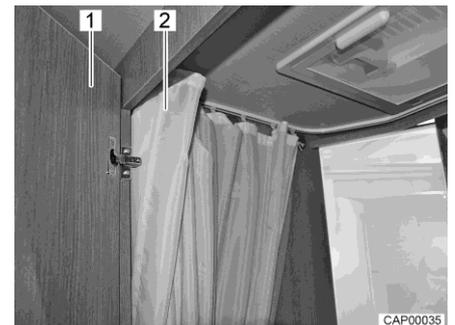
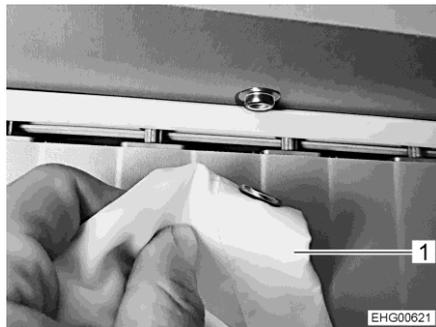
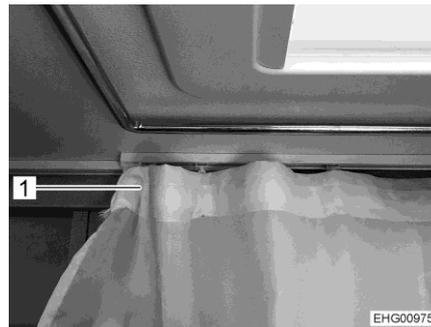

Bild 129 Toilettenraum mit Dusche
Bild 130 Duschkabine mit Druckknöpfen
Bild 131 Duschkabine (Delfin)
- Zum Duschen die Tür (Bild 129,1) schließen und den Duschkabine (Bild 129,2 und Bild 130,1 oder Bild 131,1) komplett zuziehen bzw. mit Druckknöpfen schließen, so dass alle Wände geschützt sind.